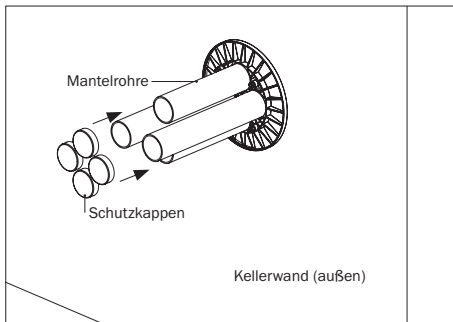

Abbildung 5.5: Schutzkappen wieder aufsetzen
- Setzen Sie bis zur Installation der Versorgungsleitungen die Schutzkappen zum Schutz vor Verunreinigungen wieder auf die Mantelrohre (s. Abbildung 5.5).